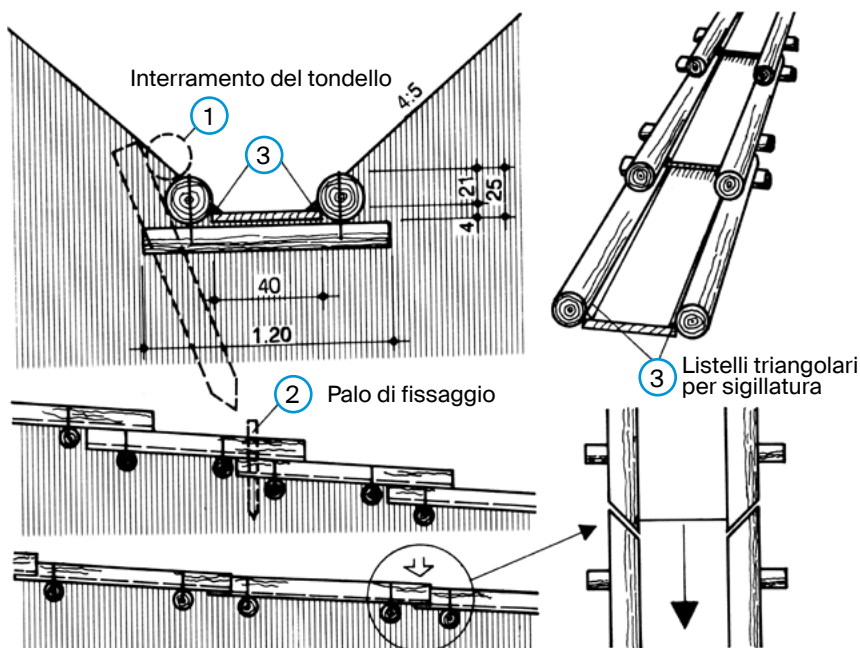

Fig. 51: Canaletta a sezione quadrata con tondelli (USTRA)
- Ogni 2 metri piantate un palo inclinato nel terreno per bloccare la canaletta (vedi fig. 51).